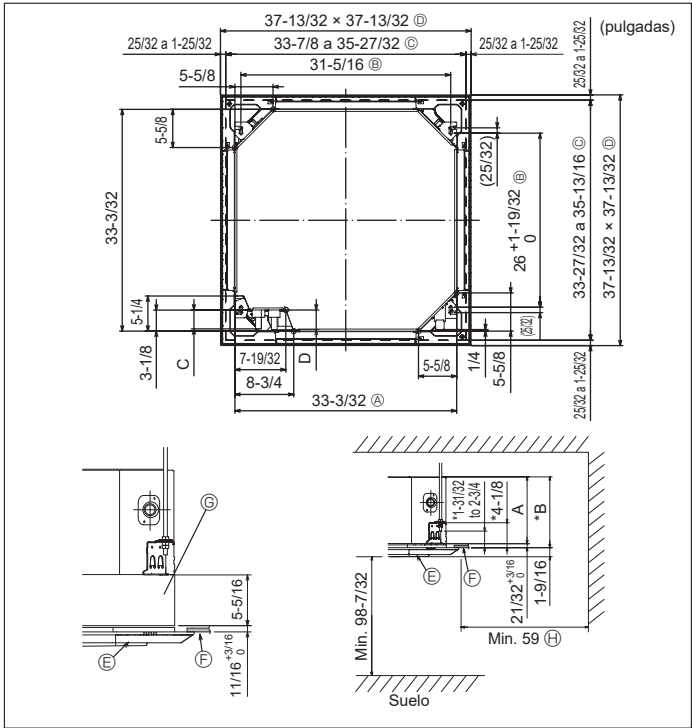

Fig. 2-2
2.2. Apertura del techo y ubicación de los tornillos de suspensión (Fig. 2-2)
- * Las dimensiones de la apertura del techo pueden ajustarse dentro de los valores indicados en Fig. 2-2; centre la unidad principal en la apertura asegurándose de que los lados opuestos respectivos alrededor de la apertura sean idénticos.
- (A) Lado exterior de la unidad principal (E) Rejilla
- (B) Paso del tornillo (F) Techo
- (C) Apertura en el techo (G) Caja multifuncional (opcional)
- (D) Lado exterior de la rejilla (H) Toda la periferia